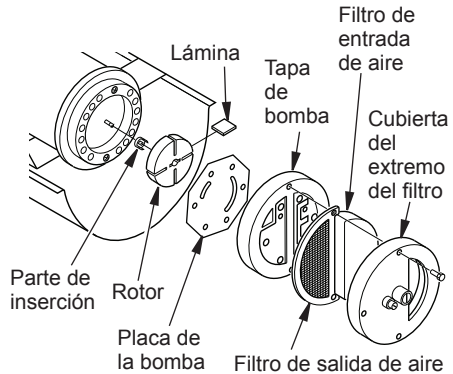

Figura 17 - Ubicación del rotor
2. Quite los tornillos de la cubierta del extremo del filtro utilizando un destornillador para tuercas de 5/16" (consulte las figura 17).